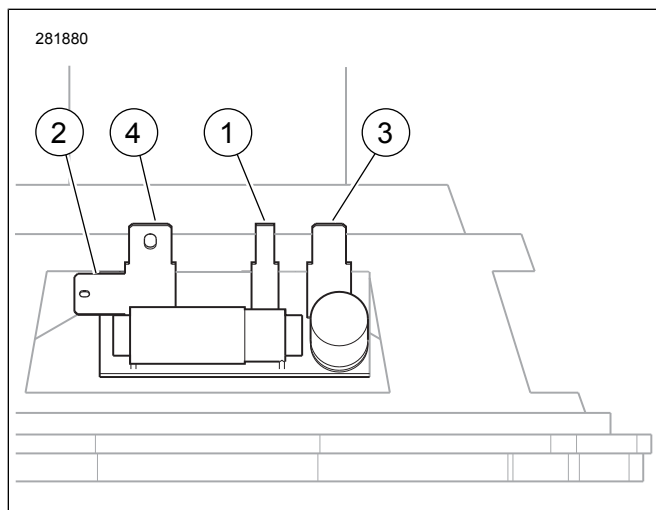

Figure 5. Bornes embrochables de haut-parleur Bagger
3. Voir la figure 5. Connecter les fils du haut-parleur d'aigus monté sur la grille aux bornes embrochables (1) et (2) à l'arrière du haut-parleur. Les contacts embrochables de différentes tailles permettent d'éviter tout branchement incorrect.
6. Voir la figure 5. Monter les bornes femelles du faisceau du véhicule sur les bornes embrochables (3) et (4) à l'arrière du haut-parleur. Les contacts embrochables de différentes tailles permettent d'éviter tout branchement incorrect.